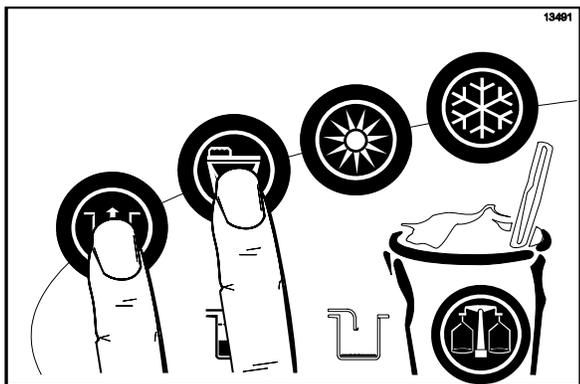

图 160
15. 按 WASH 和 PUMP 键   以停止 WASH 和 PUMP 模式并关闭出料阀。（见图 160。）